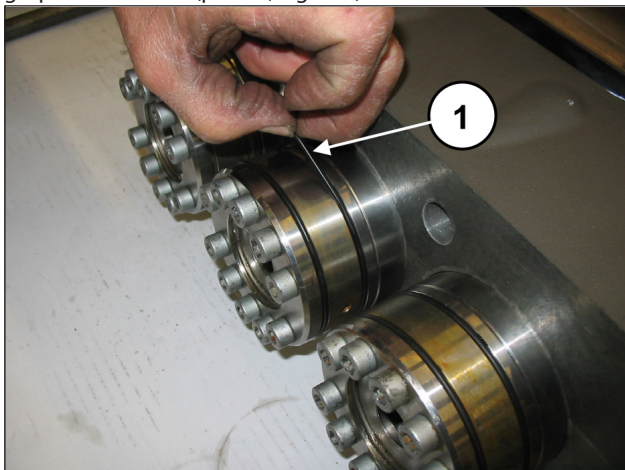
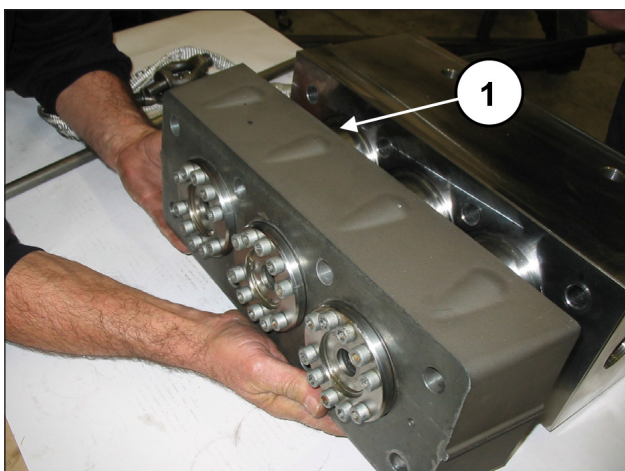

Fig. 110
Fig. 111
Desmontar las juntas tóricas de los soportes de las juntas (pos. ①, Fig. 110) y extraer el distanciador de las camisas de los grupos de camisas (pos. ①, Fig. 111).